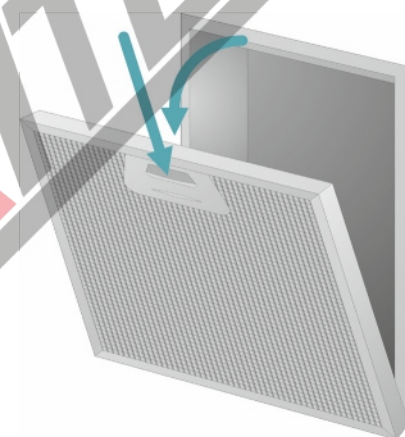

Рис. 12 Снятие алюминиевого жироулавливающего фильтра
1. Нажмите на защелки на жироулавливаемом фильтре и снимите фильтр. (Рис. 12)